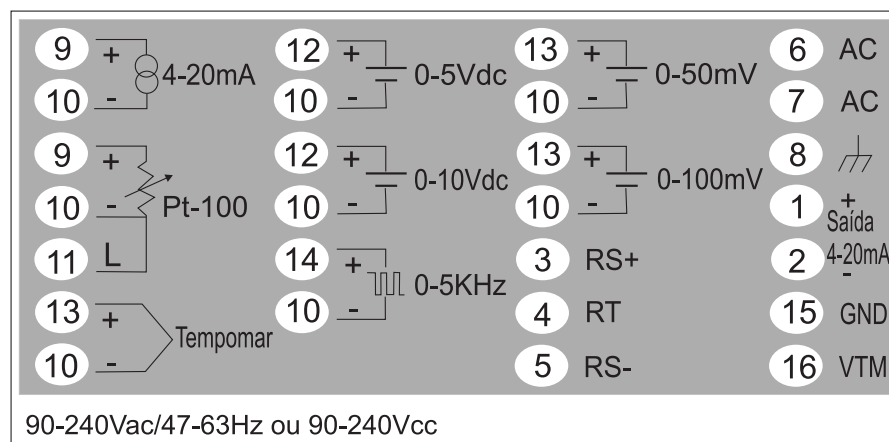
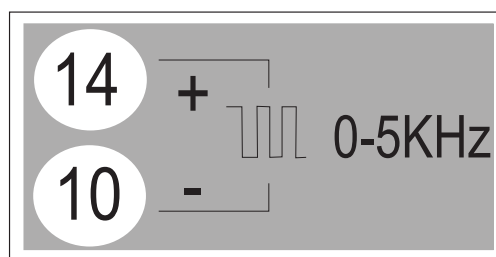
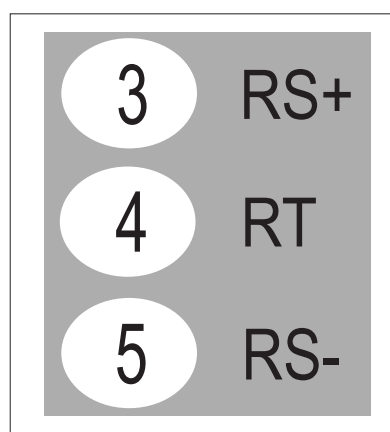

Figura II.4 – Conexão para alimentação do UCV-500
Figura II.10 – Conexão para entrada de frequência
Figura II.12 – Conexão da comunicação serial do UCV-500
A conexão de alimentação é mostrada na Figura II.4.
A conexão do sinal de frequência deve ser feita conforme mostrado na Figura II.10, utilizando os bornes 14(+) e 10(-).
A Figura II.12 mostra a conexão da comunicação serial.
Todas as conexões mostradas, desde a Figura II.4 até a Figura II.12, são mostradas como conexões com aterramento. Para aterrar, utilizando fios blindados é necessário utilizar o seguinte procedimento, independente de qual conexão estiver sendo efetuada:
1. Colocar a alimentação na borneira de acordo com a Figura II.4;
2. Colocar em "FREQ (NO)" o parâmetro "TYAI1" no modo de calibração;
- O usuário deverá colocar a frequência na borneira de acordo com a Figura II 10.
2. Colocar os fios para a transmissão serial nos bornes do UCV-500 de acordo com Figura II.12;